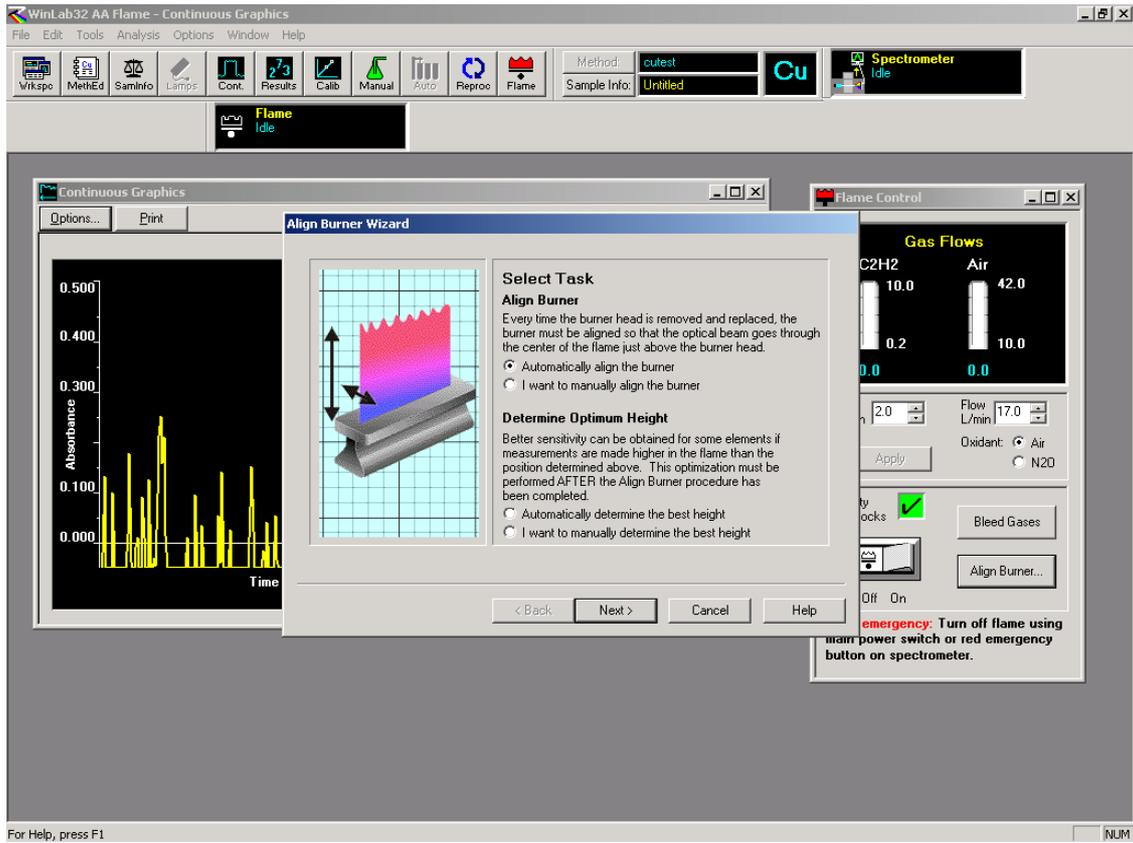

图 17. 燃烧头位置优化对话框
2. 在"Flame Control"窗口中, 点击"Align Burner"按钮, 屏幕上将出现对话框如图 17 ;
- 在图 17 所示的画面中单击自动确定最佳高度(Automatically determine the best height),再选"Next",此时屏幕上出现画面如下: